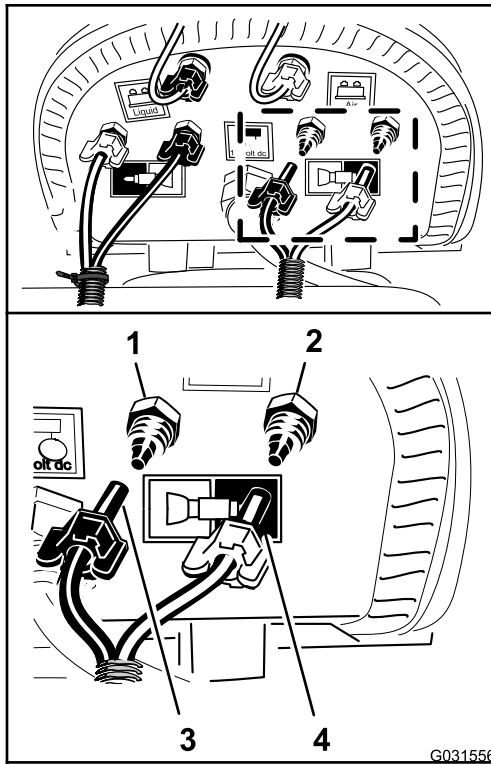

Bild 175
- Schließen Sie den nicht beschrifteten Schlauch (kein Kabelbinder) an; fluchten Sie hierfür den blauen Schlauch für den linken Auslegerabschnitt auf dem Druckanschlussstück für den Wasserkreislauf für den linken Auslegerabschnitt aus (Bild 175).
- Befestigen Sie die Druckmutter für den Schlauch auf dem Anschlussstück und ziehen die Mutter mit der Hand an (Bild 175).
- Fluchten Sie den durchsichtigen Schlauch für den linken Auslegerabschnitt auf dem Druckanschlussstück für den Luftkreislauf für den linken Auslegerabschnitt aus (Bild 175).